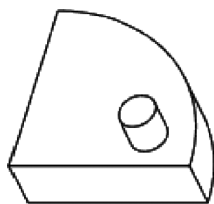
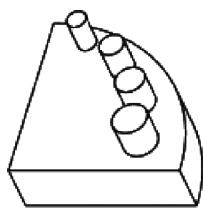

图 8-25 原模型
图 8-26 最后模型
【例8-4】 利用所给模型（见图8-25）创建环型阵列（见图8-26），各实例夹角为 20° ，共有4个实例。每个实例比上个实例高度增加10，直径减少3。
(11) 单击【控制区】的【应用】按钮，或者在图形区单击鼠标中键，完成特征的尺寸阵列，图形如图 8-26 所示。
(12) 保存文件，关闭窗口，拭除不显示。